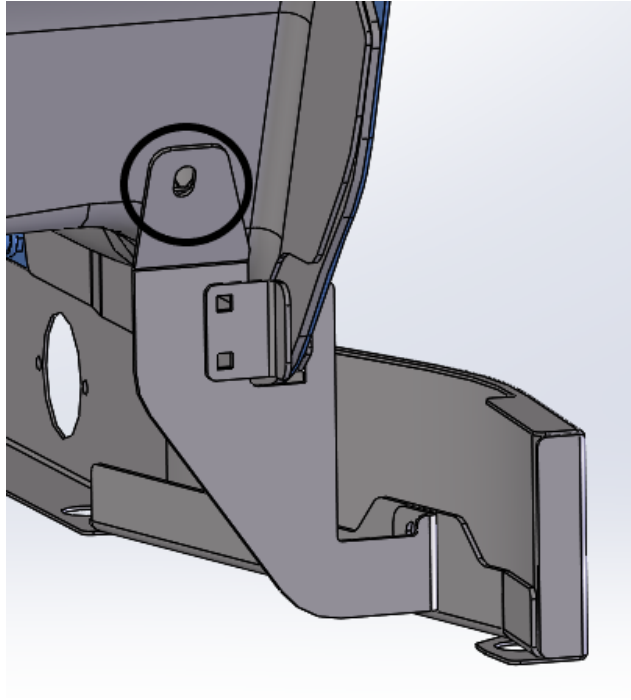

Figure 1 : BD assemblé installé avec écrou nutsert OEM à utiliser encerclé (côté conducteur illustré)
- a. Assemblez le PNL10996022SYM au PNL10996022BD/BP comme illustré ci-dessous dans la figure 1, à l'aide des vis à tête bombée 10-32, des rondelles plates et des rondelles freinées fournies. Laisser les fixations légèrement desserrées pour permettre le réglage. Les boulons de carrosserie doivent être installés à partir de l'arrière de BD/BP, de sorte que lorsque les supports sont installés sur le camion, les contre-écrous soient orientés vers l'avant du camion pour un accès plus facile.